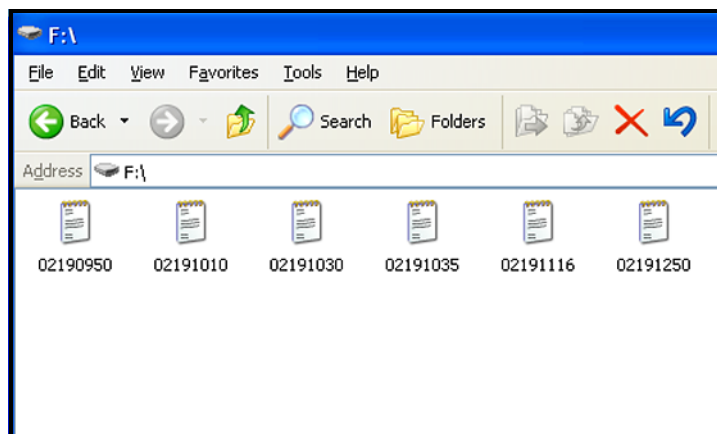

Figure 55: Lijst met logbestanden
4. Klik op het icoon Verwijderbare schijf en een venster dat lijkt op *Figure 55* hieronder opent. De beschikbare logbestanden worden opgesomd in het venster.